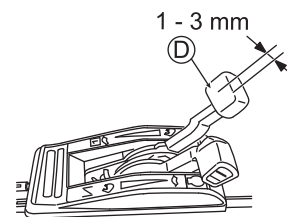

Fig. 27
Réglez le jeu du levier de changement de vitesse (D) à 1 - 3 mm ainsi qu'illustré dans la Fig. 27.
3. Démarrez le moteur et vérifiez que la vitesse de tonte change lorsque vous activez le levier de changement de vitesse (D).